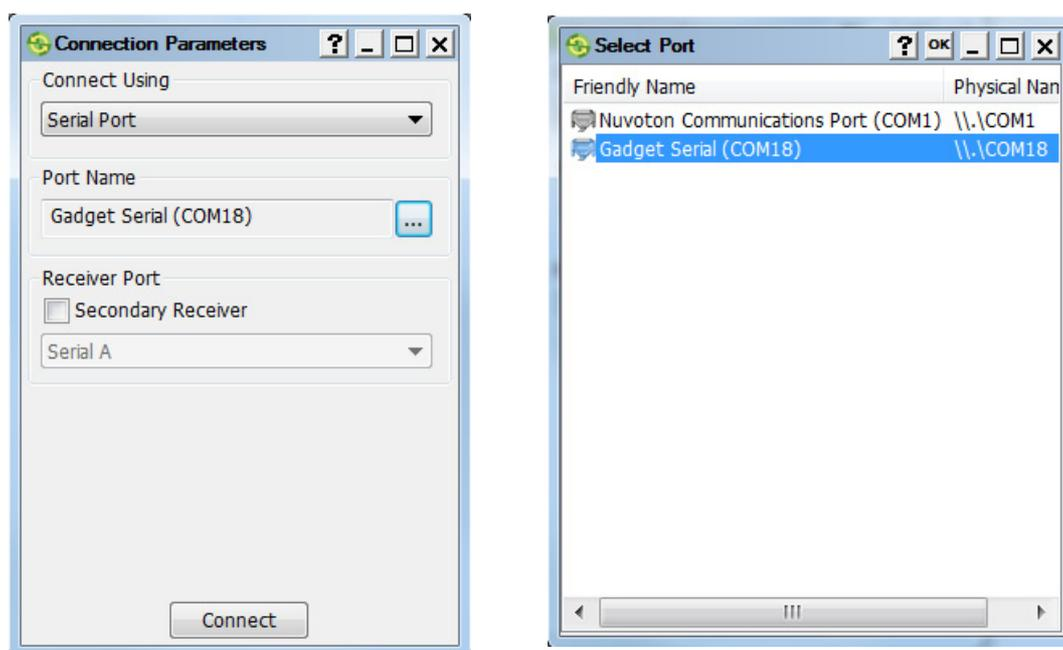

図 14 Connection Parameters/Select Port
**Select Port** 画面が表示されます。(図 14)